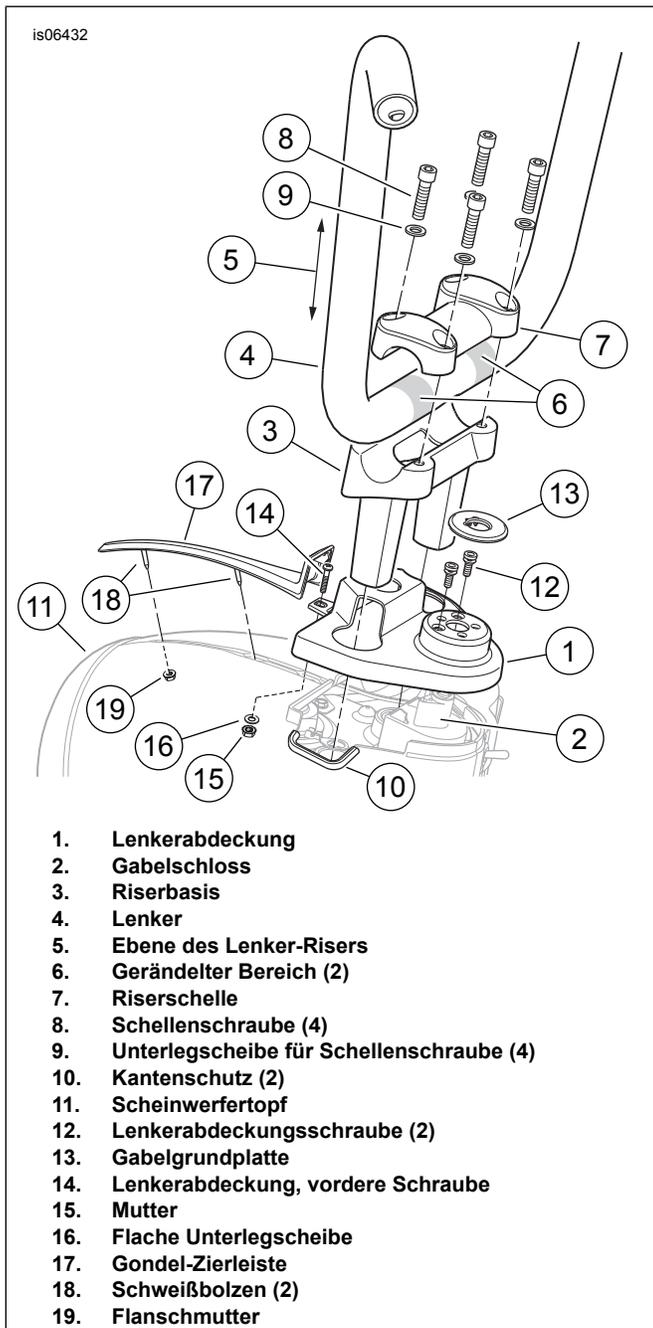

Abbildung 8. FLHR Ape Lenker-Riser-Konfiguration
- b. **Road King-Modelle:** Siehe Abbildung 8 . Die Lenkerabdeckung (1), wie dargestellt, über das Gabelschloss (2) platzieren.
- c. Die Riserbasisbeine (3) durch die Öffnungen in der Lenkerabdeckung einführen und den Riser mit den zuvor entfernten Befestigungsschrauben anbringen. Zu diesem Zeitpunkt nicht vollständig anziehen.
- Siehe Abbildung 8 >. Um mögliche Schäden an der Bremsleitung zu vermeiden, stellen Sie sicher, dass der Kantenschutz (10) an den Innenkanten des Scheinwerfertopfs (11) nicht entfernt wird. Kantenschutz ersetzen, wenn er fehlen, gesprungen oder beschädigt ist.
- Siehe Abbildung 8 >. Die neue Lenkerabdeckung (1) am Gabelschloss (2) befestigen. **Für nordamerikanische Modelle sowie für internationale Modelle ab 2014:** Die beiden vorher entfernten Flachkopfschrauben (12) verwenden. Die Senkkopfschrauben festziehen. **Für Modelle bis einschließlich 2013 für Australien, Brasilien, England, Europa und Japan :** Zwei neue Spezialschrauben verwenden (H-D Teil Nr. 2935A, separat erworben). Die Schrauben (12) festziehen, bis die Sollbruchköpfe abreißen.
- Die originale Gabelschlossplatte (13) in Position auf der Lenkerabdeckung drücken.
- Die Schraube (14, vorher entfernt) durch die Öffnung an der Vorderseite der Lenkerabdeckung und die Oberseite des Scheinwerfertopfs (11) einführen. In den Topf greifen und die Mutter (15) sowie die flache Unterlegscheibe (16) auf die Schraubgewinde installieren. Festziehen.